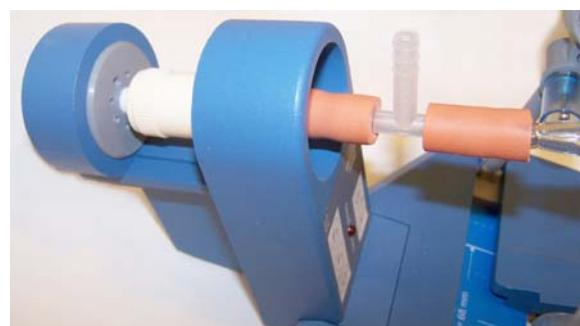

Fig. 4
- Belüftungsventil mittels kurzem Schlauch mit dem T-Stück verbinden und mit dem zweiten kurzen Schlauch an das Glasrohr anschließen. Belüftungsventil in die Mittelbohrung des Röhrenhalters einführen (siehe Fig. 4 und 5).